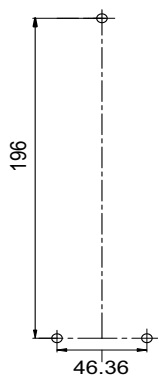

Fig. 1
1. Fije el AXIS T8123-E/T8124-E con tres tornillos. Consulte la Fig. 1 (los orificios de los tornillos se encuentran marcados: 1, 2, 3).